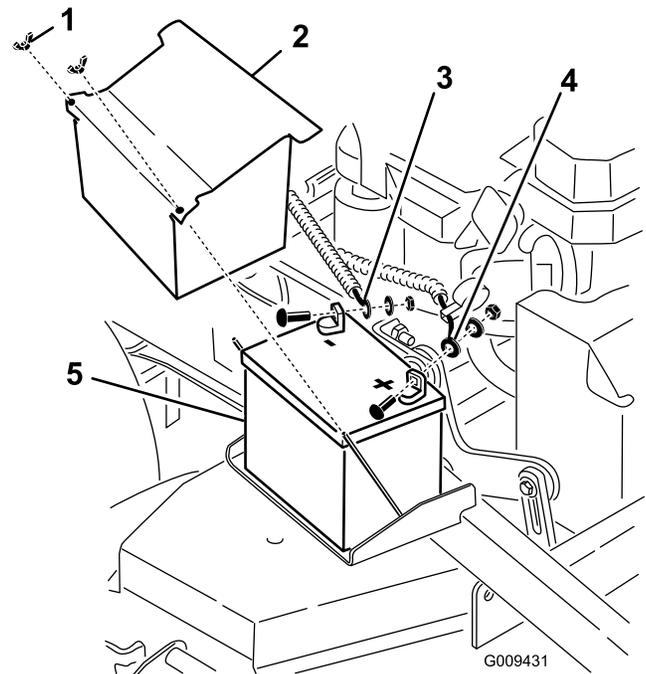

Bild 51
3. Nehmen Sie die Gummiabdeckung vom Minuskabel ab. Klemmen Sie zunächst das Minuskabel vom Minuspol (–) der Batterie ab (Bild 51).
4. Ziehen Sie die rote Polkappe vom (roten) Pluspol der Batterie ab. Ziehen Sie dann das (rote) Pluskabel ab (Bild 51).
5. Entfernen Sie die Batteriebefestigungsplatte (Bild 51) und nehmen Sie die Batterie heraus.
1. Setzen Sie die Batterie in die Maschine (Bild 51).
und Schraube an (Bild 51). Schieben Sie die Gummiabdeckung über den Batteriepol.
4. Klemmen Sie dann das Minuskabel und Erdkabel am Minuspol (–) der Batterie mit einer Mutter, Scheibe und Schraube an (Bild 51). Schieben Sie die Gummiabdeckung über den Batteriepol.